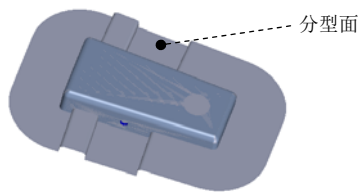

图 10.7.7 创建分型面
Step3. 单击“分型面”对话框中的按钮，完成图 10.7.7 所示的分型面的创建。